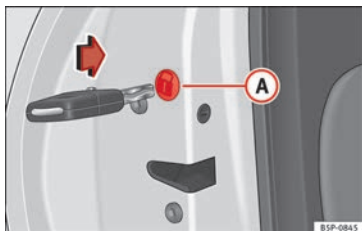

Abb. 167 Notverriegelung der Türen.
Öffnen Sie die Tür und nehmen Sie den Deckel (A) » Abb. 167 mit dem Schloss-Symbol ab. Danach sehen Sie ein rundes drehbares Teil mit einem Schlitz in seiner Mitte. Stecken Sie den Fahrzeugschlüssel in den Schlitz und drehen Sie das Teil bei den rechten Türen gegen den Uhrzeigersinn und bei den linken Türen im Uhrzeigersinn.